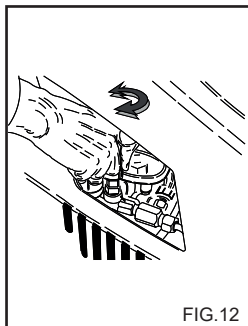

FIG. 12
Dieses Kapitel bezieht sich nur auf die Modelle, die über einen "Druckregulierer" verfügen. Mit dieser Vorrichtung (Fig. 12) kann man den Betriebsdruck regulieren. Wenn man den Drehschalter C entgegen dem Uhrzeigersinn dreht (B) (Minimum) wird der Betriebsdruck verringert. Man muß in diesem Fall die als Zubehör gelieferte Dampfdüse benutzen.